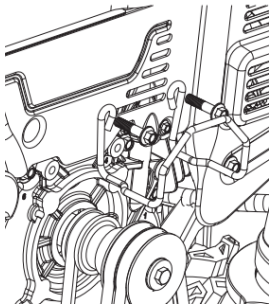

Рисунок 40
3. Ослабьте и снимите ступенчатый винт, который служит в качестве фиксатора ремня. См. рисунок 40.